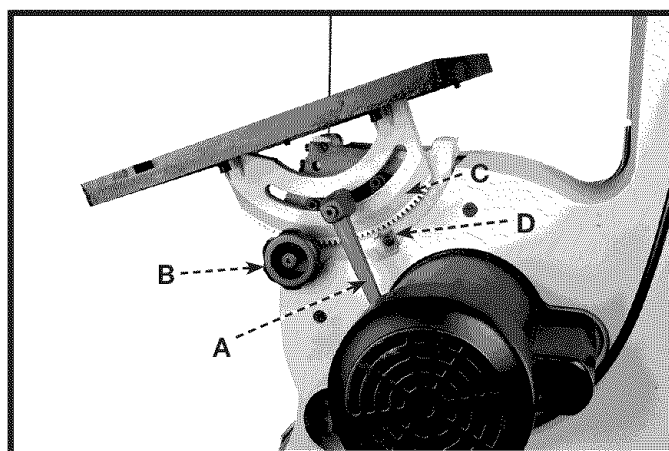

Fig. 31
IMPORTANT: Lorsque l'outil est inutilisé, l'interrupteur doit être verrouillé en position d'arrêt afin d'empêcher toute utilisation non autorisée. Utiliser un cadenas (C) fig. 31, avec une boucle de 11,11 mm (3/16 po) de diamètre.
La table peut être inclinée de 45 degrés vers la droite. Pour incliner la table, desserrer la poignée de verrouillage (A) fig. 31, et tourner le bouton (B) en sens horaire jusqu'à l'angle voulu. Puis serrer la poignée de verrouillage (A). **REMARQUE** : la poignée de verrouillage de la table (A) se replace en sortant la poignée et en la replaçant sur l'écrou qui se trouve sous le moyeu de la poignée. Une échelle (C) et un pointeur (D) sont fournis pour indiquer l'angle d'inclinaison.